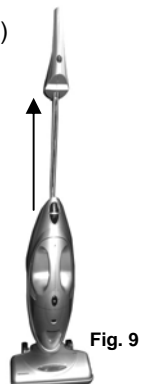

Fig. 9
2. Maintenez le bouton enfoncé tout en tirant sur la poignée jusqu'à ce qu'elle clique en place. (Fig. 9)